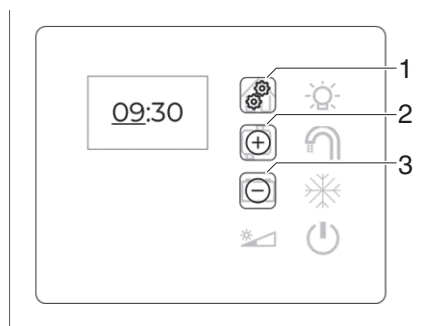

Bild 49 Uhrzeit einstellen
- Home-Taste (Bild 49,1) drücken und gedrückt halten. Unter der Stundenanzeige blinkt ein Cursor.
- Mit den Kontrolltasten (Bild 49,2) und (Bild 49,3) die Stundenanzeige um eins erhöhen (+) bzw. reduzieren (-).
- Home-Taste (Bild 49,1) drücken. Die Stundenanzeige ist gespeichert, der Cursor unter der Minutenanzeige blinkt.
- Mit den Kontrolltasten (Bild 49,2) und (Bild 49,3) die Minutenanzeige um eins erhöhen (+) bzw. reduzieren (-).
- Home-Taste (Bild 49,1) drücken. Die Uhrzeit ist gespeichert. Der Zeiteinstellungsmodus wird verlassen und alle Symbole des Kontrolldisplays werden angezeigt.